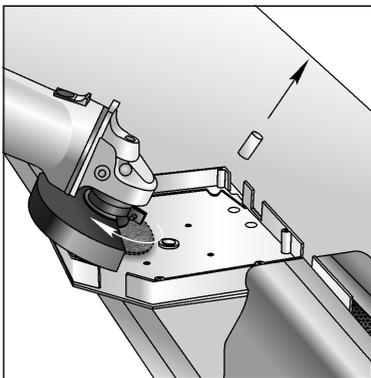

Abb. 01
- a) Bei Verwendung von Deckeln SF137-SF205, SF250/S muss der zentrale Zapfen des antriebsseitig montierten Deckels bündig mit der Deckelplatte abgeschnitten werden (Abb. 01);